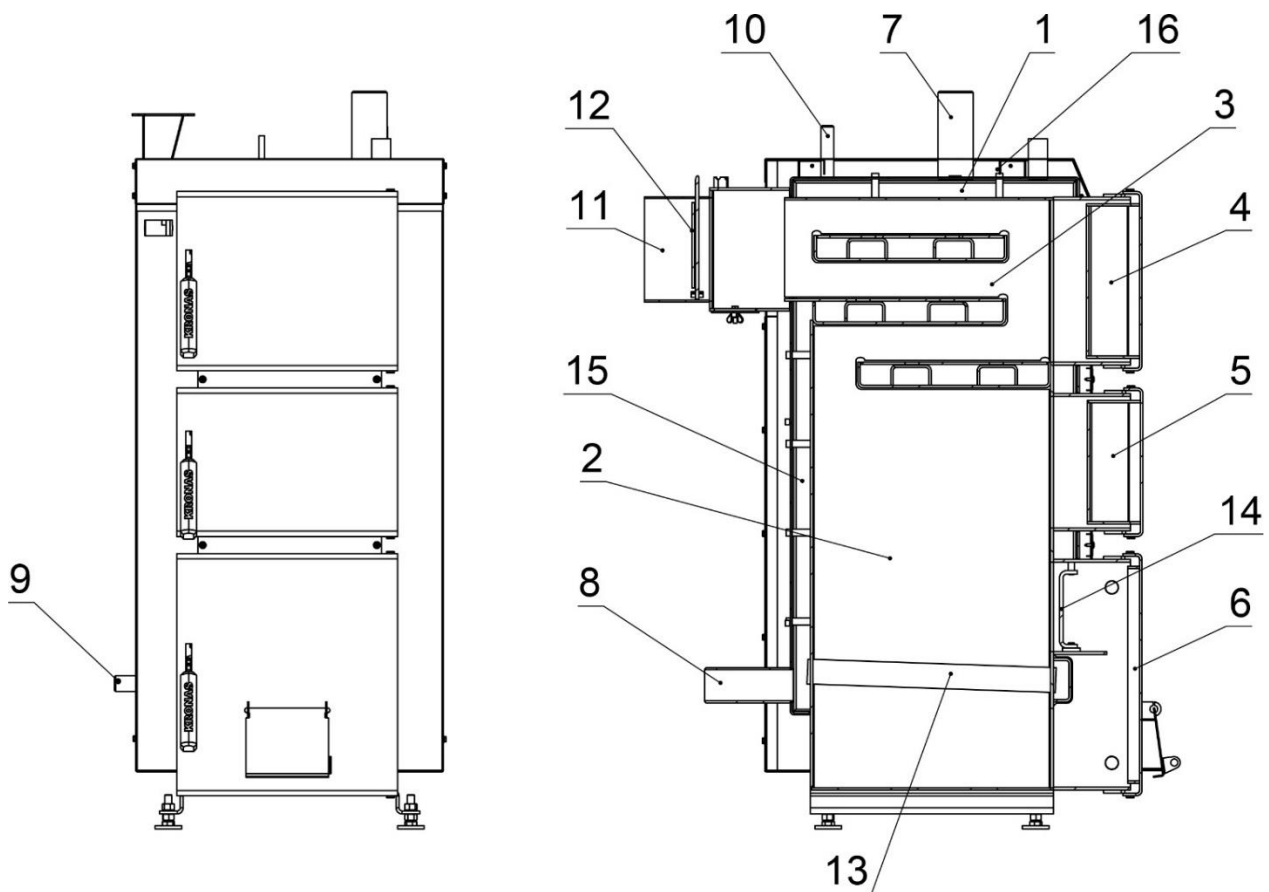

Рисунок 5.1 – Зовнішній вигляд та основні елементи котла типу КТК
Конструктивно котел являє собою збірно-зварену конструкцію, що складається з корпусу (поз. 1, рис. 5.1) з камерою згоряння (топкою) (поз. 2, рис. 5.1). Над топкою розташована конвекційна частина котла (поз. 3, рис. 5.1), що являє собою високоефективний триходовий теплообмінник.
Корпус котла виконаний в формі паралелепіпеду з подвійними стінками, які розділені водними перегородками (поз. 15, рис. 5.1). На зовнішній поверхні корпусу під декоративною обшивкою закріплена теплова ізоляція. (поз. 16, рис. 5.1). Паливо для процесу спалення завантажується на колосникові ґрати (поз. 13, рис. 5.1) крізь завантажувальні дверцята (поз. 5, рис. 5.1). Колосникові ґрати виконані з товстостінних безшовних труб по яких постійно циркулює вода з водяної оболонки котла, що унеможлиблює їх прогорання. Згоряння палива в топці відбувається за участю повітря, яке постачається під колосникові ґрати припливним вентилятором. Кількість повітря, необхідного для процесу згоряння, регулюється автоматично блоком автоматики управління.
Підведення і відведення теплоносія здійснюється відповідно через патрубки зворотної мережної води (поз. 8, рис. 5.1) і прямої мережної води (поз. 7, рис. 5.1).
Топочні гази виходять у димохід крізь боров (поз. 11, рис. 5.1), розташований у задній частині котла. Боров обладнано вбудованим дросельним клапаном продуктів згоряння – шибером (поз. 12, рис. 5.1). У випадку надто високої тяги у димоході шибер дає можливість її знизити шляхом часткового перекирвання вихідного отвору борова.
У верхній частині корпусу котла розташований штуцер для встановлення групи безпеки котла (поз. 10, рис. 5.1).
На бічній стінці корпусу у нижній її частині розміщено штуцер для зливу води з котла (поз. 9, рис. 5.1).
- дверцята для періодичного обслуговування (чищення) конвекційної частини котла (поз. 4, рис. 5.1);
- ревізійний дверцята (поз. 6, рис. 5.1) для періодичного чищення колосникових ґрат.